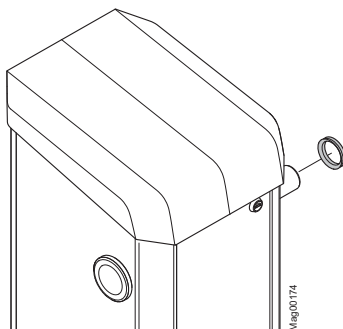

Imagen 35: Quitar anillo en V
15. Insertar el anillo en V en el falso eje. El labio de sellado apunta hacia la carcasa de la barrera. → Véase también la página 78, Imagen 35.